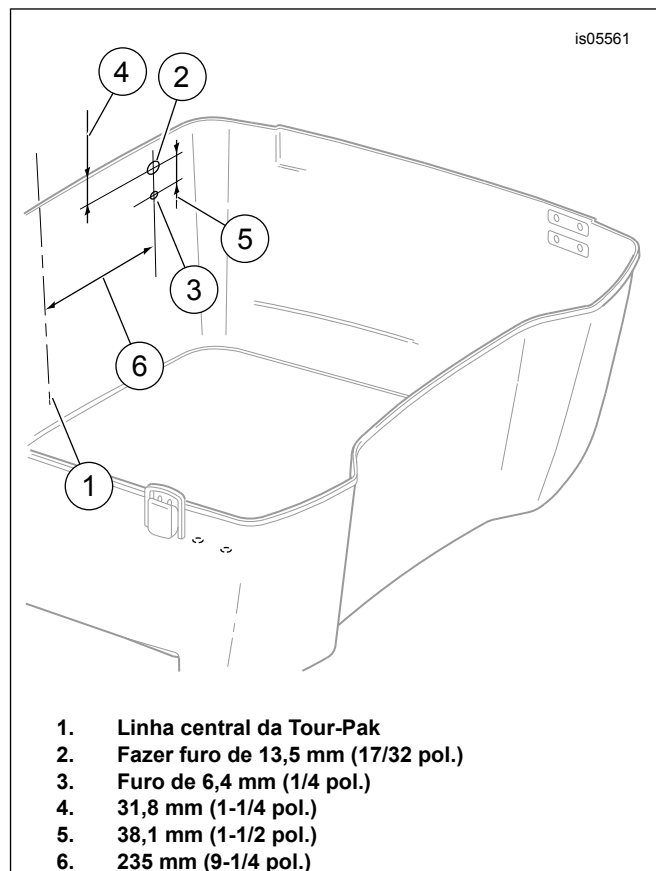

Figura 1. Local de perfuração da antena AM/FM Tour-Pak
5. Veja a Figura 1. Meça e determine o centro (1) da parede externa traseira da Tour-Pak.